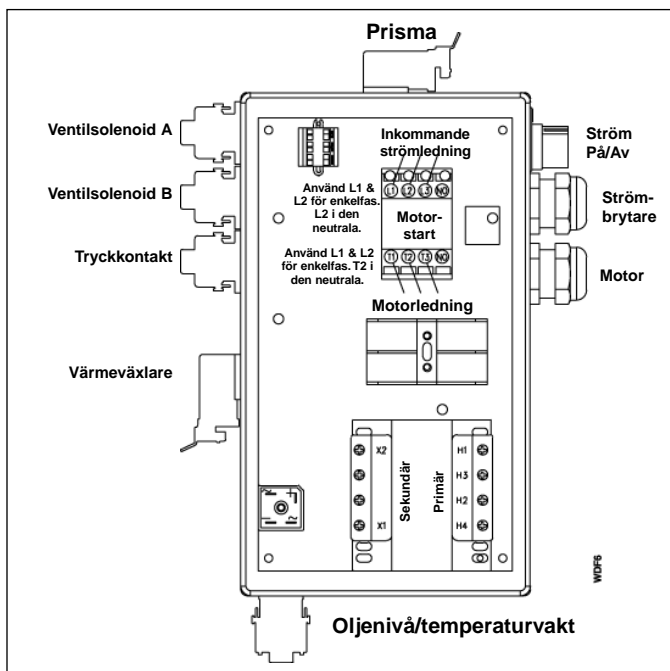

Bild 4, ledningsschema
Värmeväxlaren, tryckkontakten, prisma, solenoiderna (A) och (B) levereras med kopplingar som kopplas till rätt koppling, vilken man kan hitta i elektronikbilagan (Bild 4). Fotkontakten pluggas in vid prismans förvaringsplats.